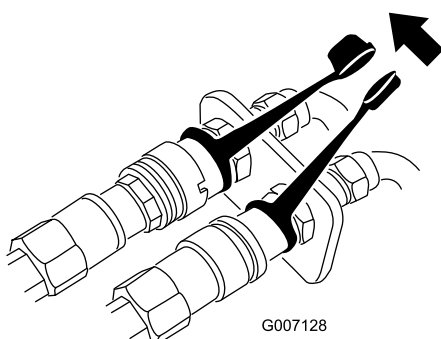

Figura 35
10. Conecte entre sí los tapones de protección de los acoplamientos hidráulicos para mantener limpio el interior de los mismos mientras la unidad se está utilizando (Figura 35).